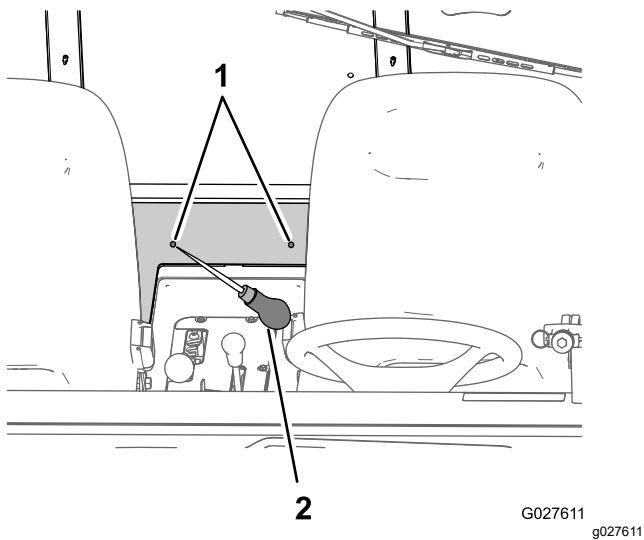

**Figuur 16**
3. Zoek de 2 openingen van 6,3 mm in het midden van het achterste paneel van de cabine (Figuur 16).